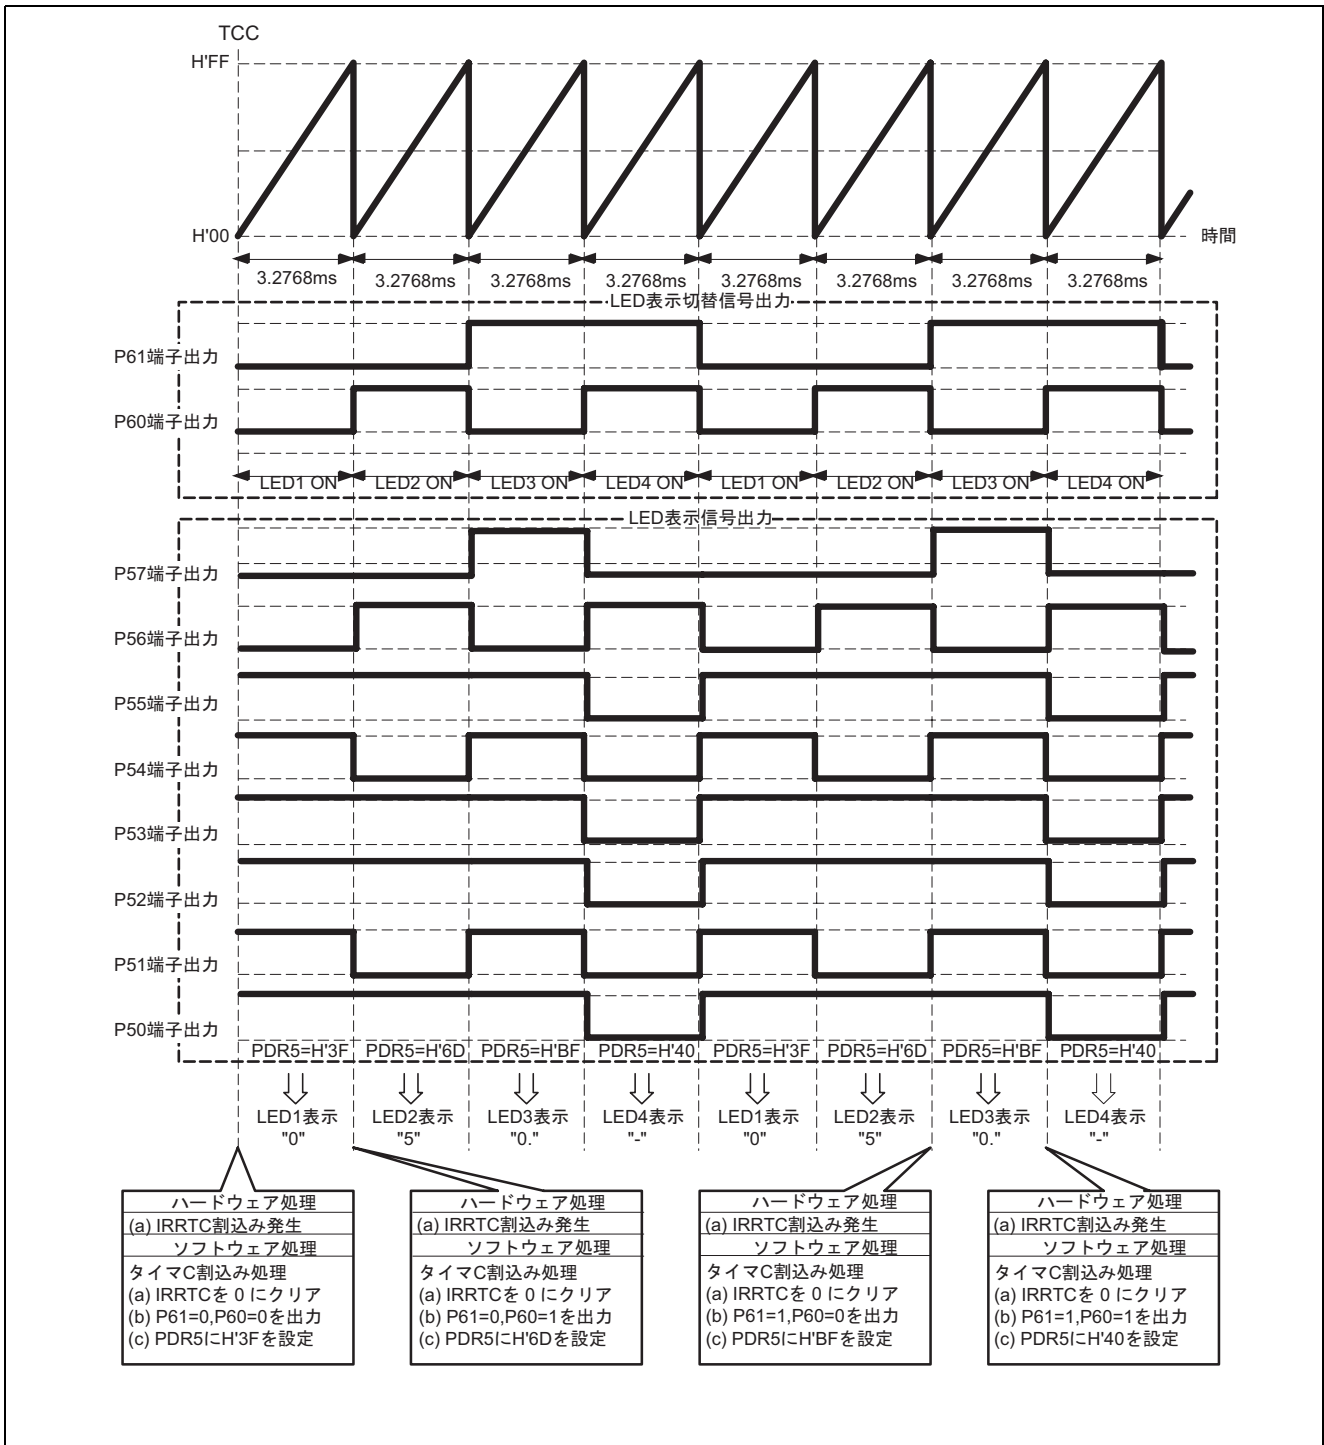

図 8 7セグメント LED 表示制御の動作原理
(2) 7セグメント LED の表示制御の動作原理について説明します。図 8 は LED4~LED1 に “-0.50” を表示する場合の動作原理について説明しています。図 8 に示すようにタイマ C オーバフロー周期ごとに LED1~LED4 を順番に表示させることにより 7セグメント LED のダイナミック表示を行っています。